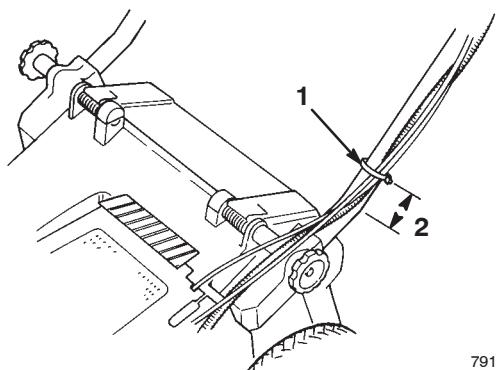

Figure 4
6. Attachez les les câbles au côté inférieur du tube gauche avec un serre-câble (Fig. 4). Placez le serre-câble à 25 mm du coude du mancheron, comme indiqué à la Figure 4.